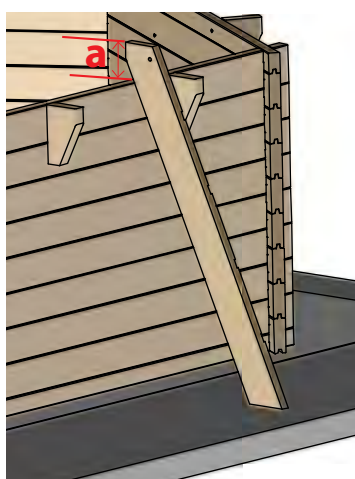

Fig. 8/ Abb. 8 / Afb. 8
- Cut the supports of the ladder checking the dimensions as shown in (figure 8) at the bottom part of the stepladder support and saw off the part you do not need.
- Recoupez les limons de l'échelle en reportant la dimension a (figure 8) au bas du limon de l'échelle et sciez la partie à extraire.
- Beschneiden Sie die Terrassenwangen unter Beachtung der Maße (Abb. 8) im unteren Teil der Terrassenwange und sägen Sie den Teil, den Sie entfernen möchten, ab.
- Zaag de bomen van de trap op maat door te meten hoever hij uitsteekt (afbeelding 8) en teken een evenredig deel af op het onderste deel van de trapboom en zaag dat stuk eraf.